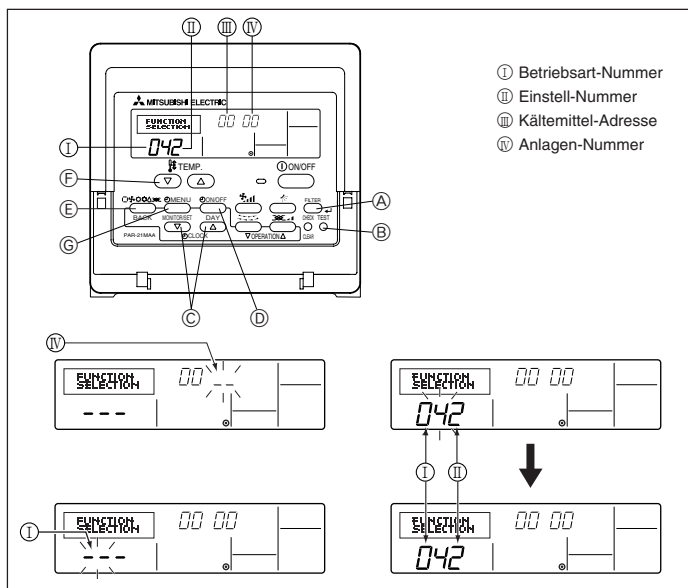

Fig. 6-8
1) Für die verdrahtete Fernbedienung (Fig. 6-8)
- ① Zum Funktionseinstellmodus gehen. Fernbedienung ausschalten. Drücken Sie die Tasten (A) und (B) gleichzeitig, und halten Sie diese mindestens 2 Sekunden lang gedrückt. FUNCTION beginnt zu blinken.
- ② Mit der Taste (C) die Kältemittel-Adresse (III) auf 00 einstellen.
- ③ Drücken Sie (D), und [-] beginnt im Anlagennummer-Display (IV) zu blinken.
- ④ Setzen Sie die Anlagennummer (IV) mit der Taste (C) auf 00.
- ⑤ Die Taste (E) MODE drücken, um die Kältemittel-Adresse/Anlagennummer zu bestimmen. [-] blinkt im Modusnummer (I) Display kurzzeitig.
- ⑥ Die Taste (F) drücken, um die Betriebsartennummer (I) auf 04 zu stellen.
- ⑦ Drücken Sie die Taste (G), und die momentan gewählte Einstellnummer (II) beginnt zu blinken. Schalten Sie mit der Taste (E) die Einstellnummer entsprechend der verwendeten Netzspannung um.